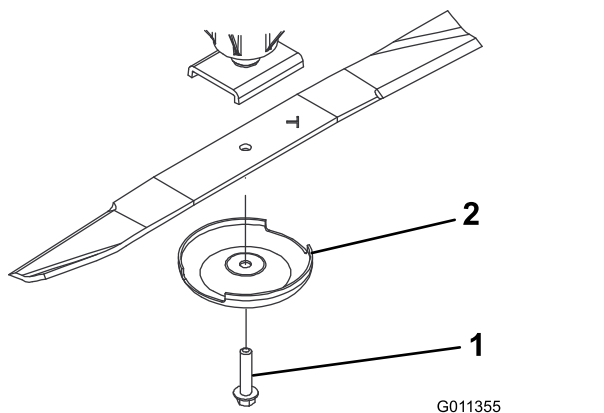

Figure 74
3. Enlevez le boulon, la coupelle de protection et la lame de l'axe de pivot (**Figure 74**).